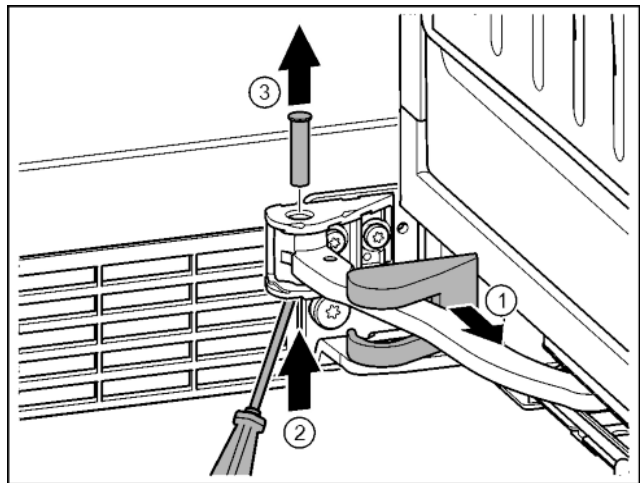

Fig. 15
- ▶ Lagerbockabdeckung abziehen und entlang des Gelenks verschieben. Fig. 15 (1)
- ▶ Bolzen mit Finger oder Schraubendreher von unten anheben. Fig. 15 (2)
- ▶ Mit Schraubendreher unter den Bolzenkopf fahren und herausziehen. Fig. 15 (3)